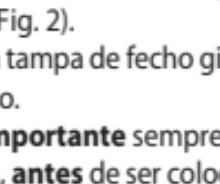

Fig. 2
- Erguer a trava do cartucho e inserir o cartucho, com o formato em „V”, da base do cartucho, virado para baixo. Abaixar a trava do cartucho (Fig. 2).